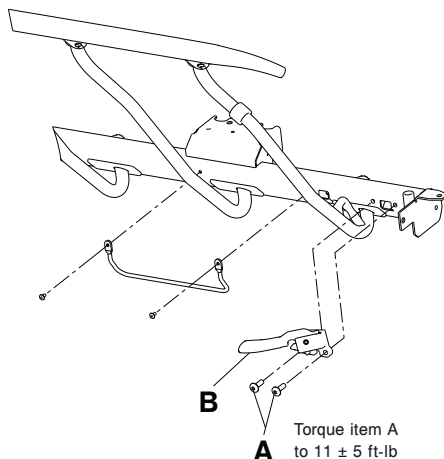

Figure 24 – Remplacement du loquet de la barrière
3. À l'aide d'une clé Torx T40, retirer les deux vis à métaux à tête bombée (A) qui fixent le verrou de la barrière (B) au châssis du plan de couchage (Figure 24). Jeter les vis à métaux à tête bombée. Retirer et jeter le verrou de la barrière.